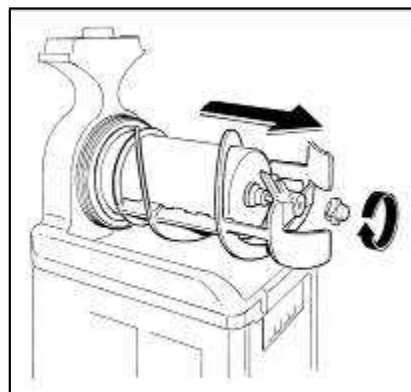

Рис. 31
- Отвинтить фиксирующую круглую ручку в направлении стрелки (левая резьба) и перейти к извлечению перемешивающего узла и уплотняющих прокладок (Рис.31).